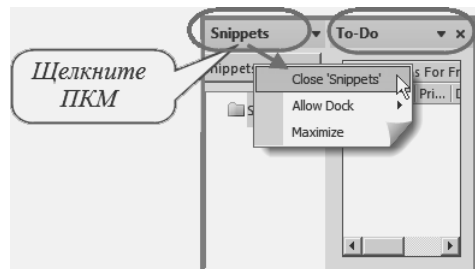

Рис. 1.13. Заккрытие панели через контекстное меню
1. Щелкните ПКМ по названию закрываемой рабочей панели и в появившемся контекстном меню выберите команду **Close** «<Имя>» (Закреть «...»), как показано на рис. 1.13.